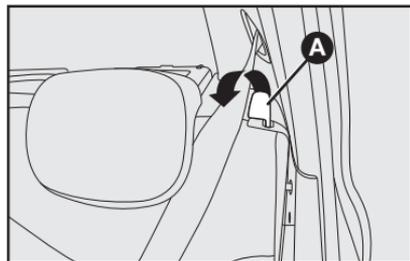

fig. 85
3) Desenganche el respaldo, utilizando las palancas laterales **A**-fig. 85.
En algunas versiones es posible ampliar parcialmente el baúl, inclinando el cojín individual o el doble. Para eso, desbloquee la palanca derecha o izquierda **A**-fig. 85 y incline hacia adelante el cojín deseado hasta obtener una superficie de carga única.
ADVERTENCIA: el respaldo del asiento trasero se puede colocar en dos posiciones, según la necesidad de más o menos espacio en el compartimiento de equipajes. Para alterar la posición del respaldo, tire de la palanca **A**-fig. 85.